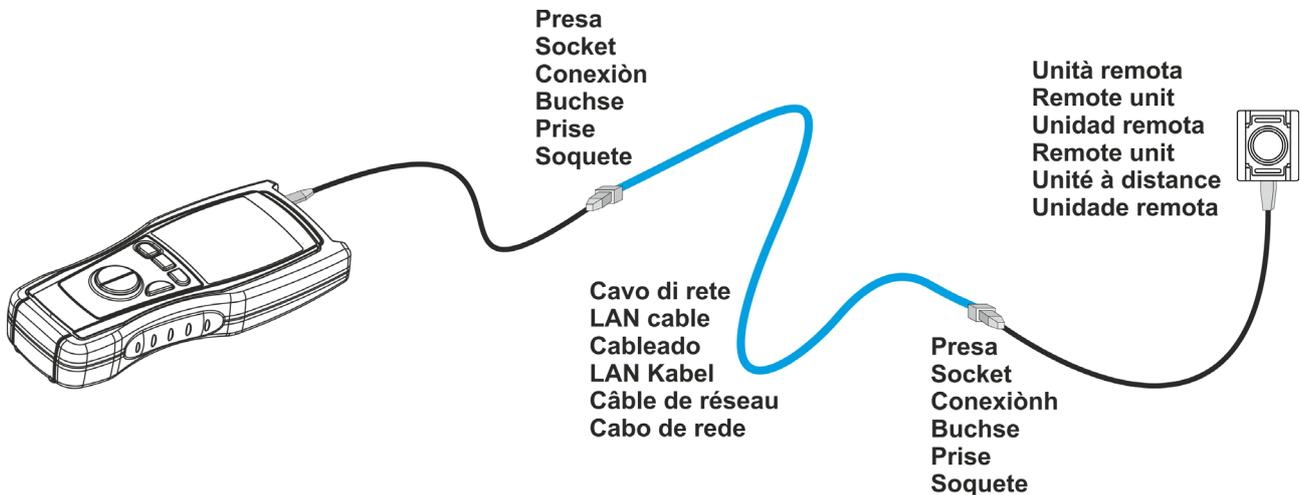

Fig. 8: Ligação das ponteiros de teste do instrumento
4. Conectar a uma extremidade do cabo em exame o instrumento e à outra extremidade uma das unidades remotas. Se necessário, utilizar os cabos fornecidos (ver Fig. 8)